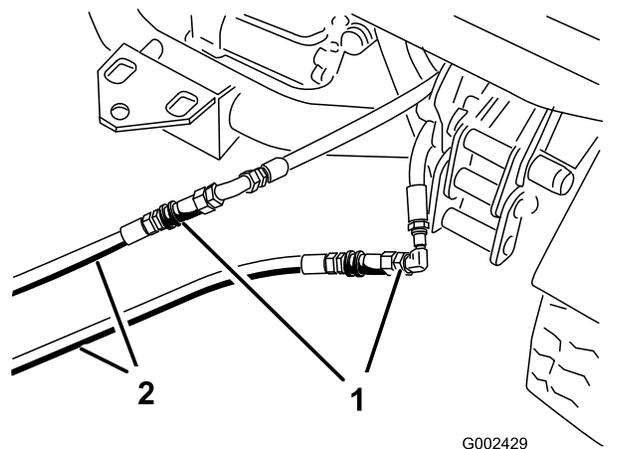

図 72
3. 故障しているワークマンのカップラホースに、救援用ホース 2 本を接続する 図 72。